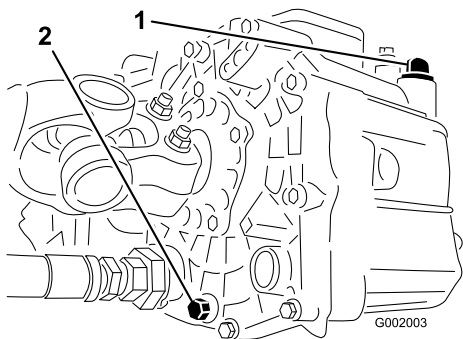

Figura 68
- Retire o bujão de escoamento da parte lateral do reservatório e deixe o fluido hidráulico escorrer para o recipiente (Figura 68).